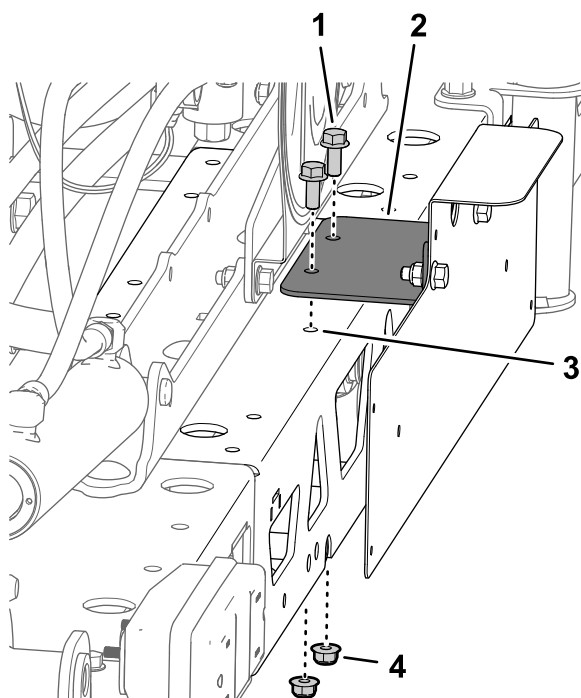

Figura 53
3. Allineate i fori nella staffa di supporto con i fori nella trave della sezione di irrorazione centrale (Figura 53).
4. Montate la staffa di supporto sulla trave della sezione di irrorazione centrale (Figura 53) con 2 bulloni a testa flangiata (5/16" x 3/4") e 2 dadi di bloccaggio flangiati (5/16").